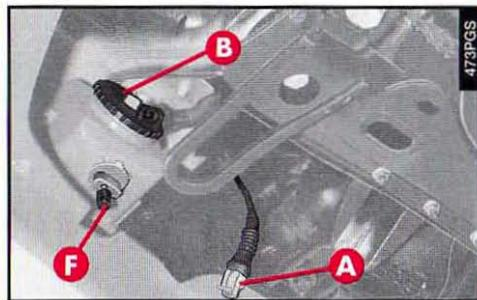

fig. 55
– Débrancher le connecteur (A-fig. 55) du groupe optique.
– Tourner dans le sens contraire des aiguilles le couvercle (B-fig. 55) et l'enlever.
– Remonter le couvercle (B-fig. 55) et brancher le connecteur (A-fig. 55) au groupe optique.
La vis (F-fig. 55) sert à régler l'orientation des phares antibrouillard.